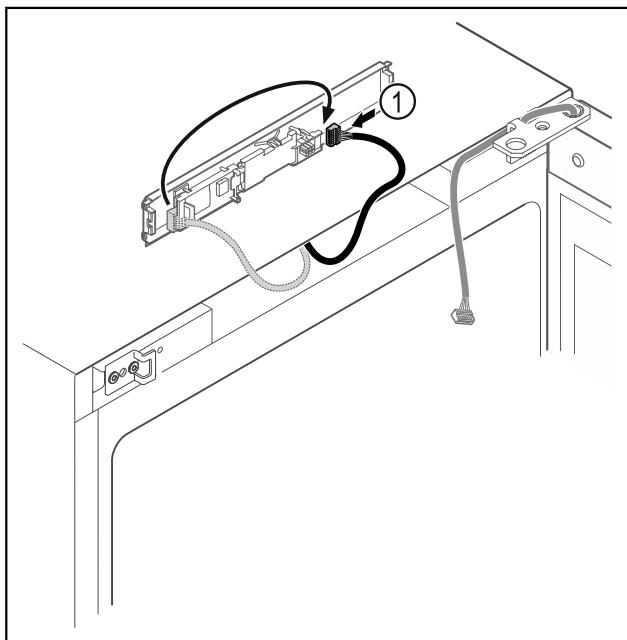

Fig. 17
- ▶ Μεταφέρετε το φιν Fig. 17 (1) στην πλακέτα.